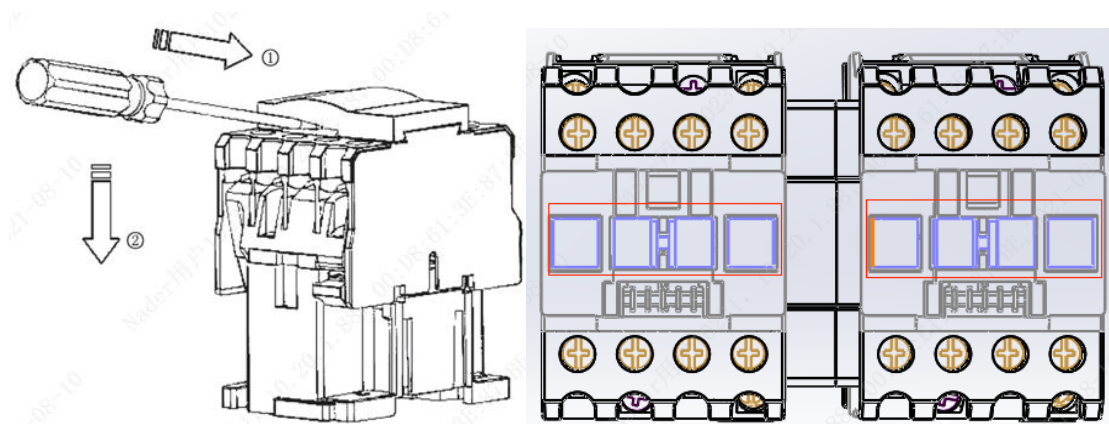

图 4
3.3 把联锁机构塞座安装到位后，产品旋转到正面，取下透明防护罩，分别按下触头支架，检查联锁机构是否卡滞，如图 4 所示